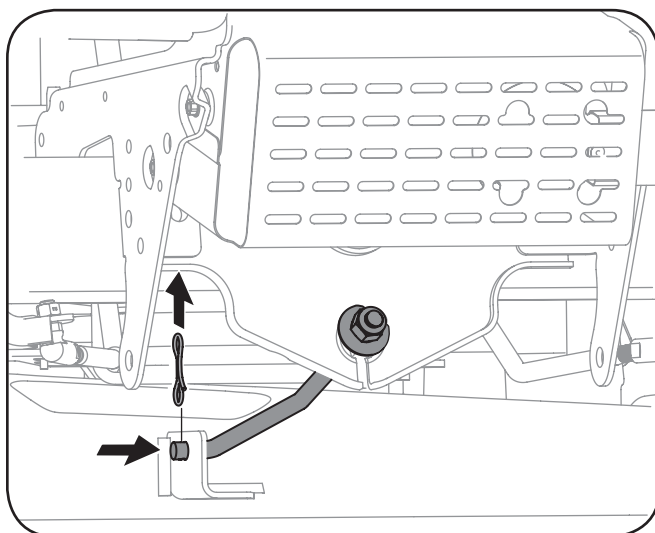

Figura 7-5
11. **El 42 " & 46" Cubiertas:** Retire la pajarita chaveta garantizar la barra estabilizadora de cubierta a cubierta. Deslice la barra de levantar la cubierta de la soldadura de montaje en la cubierta como se ve en la Figura 7-5.